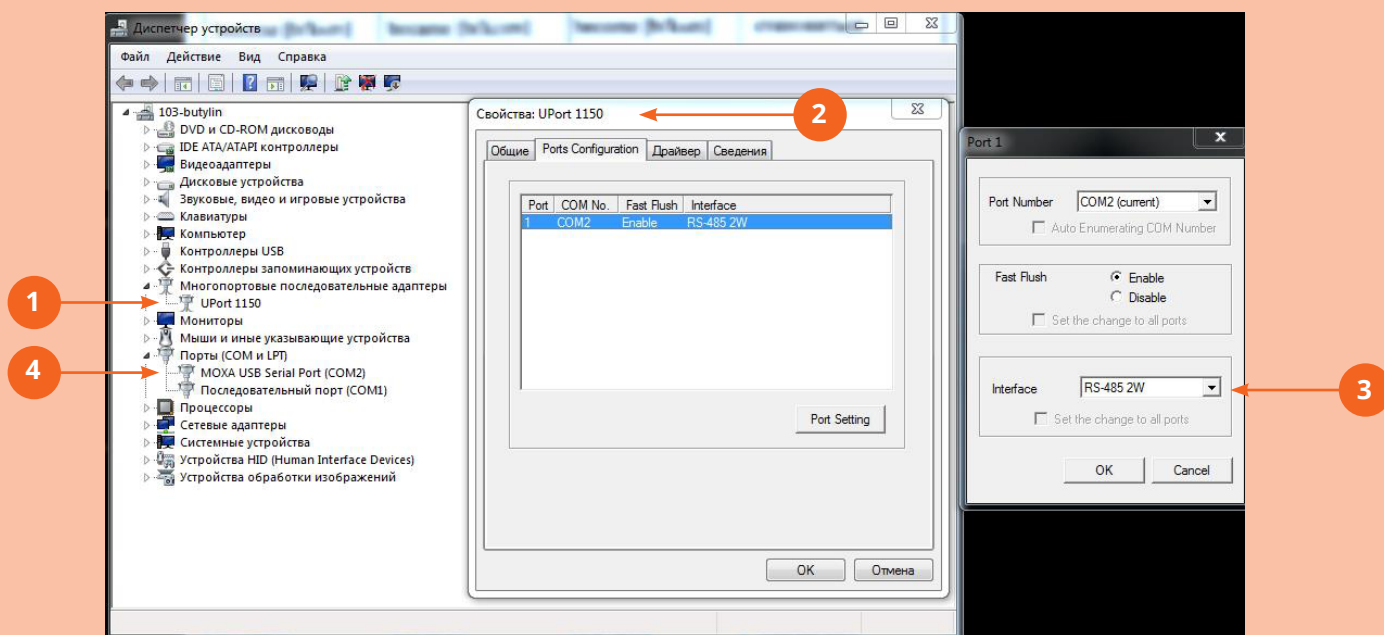

Рисунок 1.
4) Если преобразователь поддерживает разные интерфейсы для обмена данными, то в свойствах **2** преобразователя **1** следует переключить **3** интерфейс на RS-485 2W, как на рис. 1.
5) Определить номер порта преобразователя (USB Serial Port) – COM2 **4** в примере рис. 1 и проверить его параметры в свойствах порта: